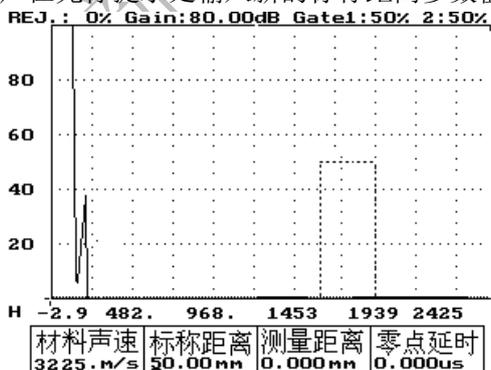

图 10-2
5、按进入键——进入零点校准功能，屏幕显示如图 10-2 所示，同时在标称距离参数下有一“—”光标，提示用户在光标提示处输入新的标称距离参数值。